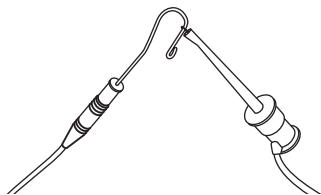

Fig. 8: Ativação do localizador apical por meio do clipe labial e ponteira
2. Para ativar o localizador apical, fixe a ponteira durante aprox. 3 segundos ao clipe labial (ver a Fig. 8).